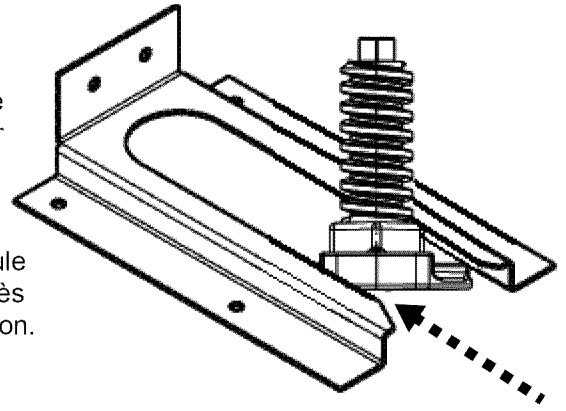

Figure 7 : Patte antibascule
1. Placez la patte sur l'emplacement comme indiqué à la Figure 7 (30" et 36" la patte peut être utilisée dans un des coins de l'installation).